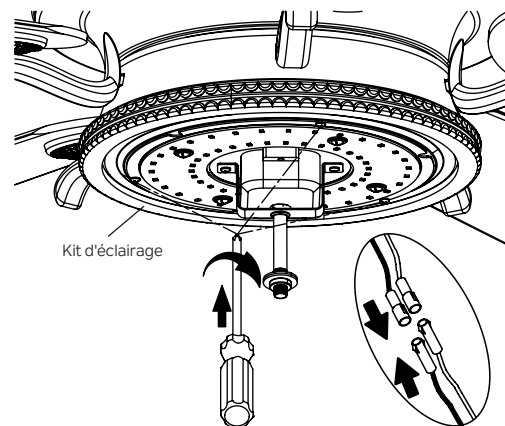

Fig. 24
**Étape 1.** Tenez le kit d'éclairage LED sur la plaque d'éclairage, puis connectez les 2 connecteurs à une broche du kit d'éclairage aux 2 connecteurs à une broche de l'ensemble moteur. Connectez le fil noir au fil noir et le fil blanc au fil blanc. Fixez le kit d'éclairage à la plaque d'éclairage et serrez solidement avec trois (3) vis du jeu de vis (Fig. 24)